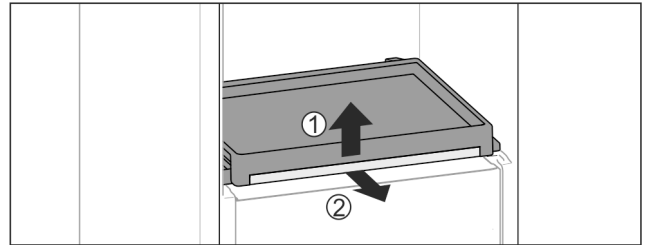

Fig. 31
- ▶ Sortir la bordure télescopique avec la tablette : Soulever légèrement la tablette par l'avant Fig. 31 (1) et la sortir vers l'avant Fig. 31 (2).